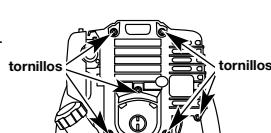

Fig. 36
- 1. Quite los dos (6) tornillos de encima de la tapa del motor con un destornillador de pala o Torx #25 (Fig. 36).
- 4. Saque la cubierta del motor (Fig. 36).